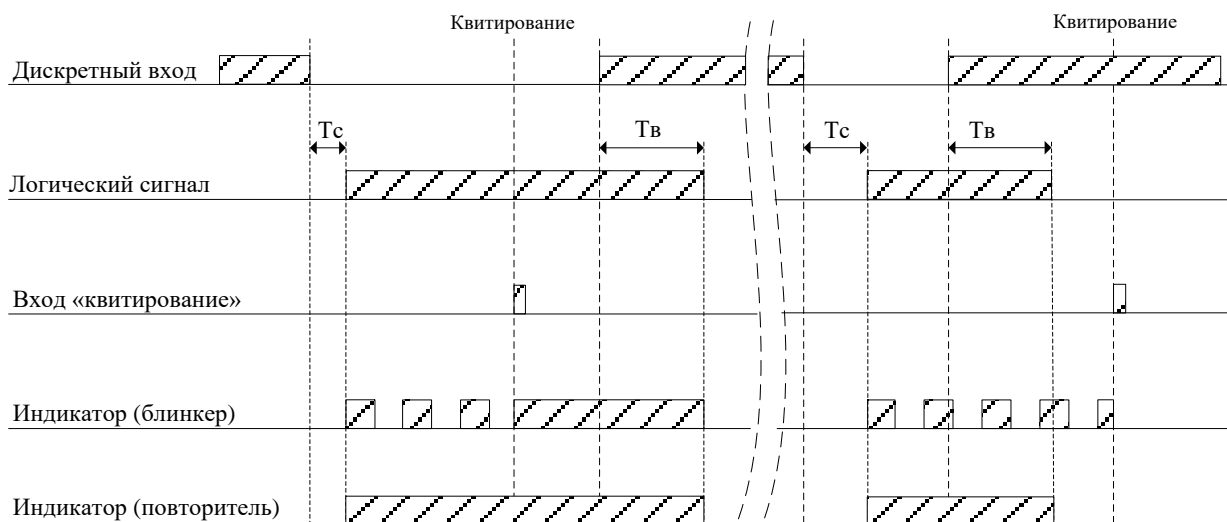

Рисунок 1.7 – Инверсный тип сигнала и его квотирование
- длительный «ИНВ.» (инверсный) (рисунок 1.7);